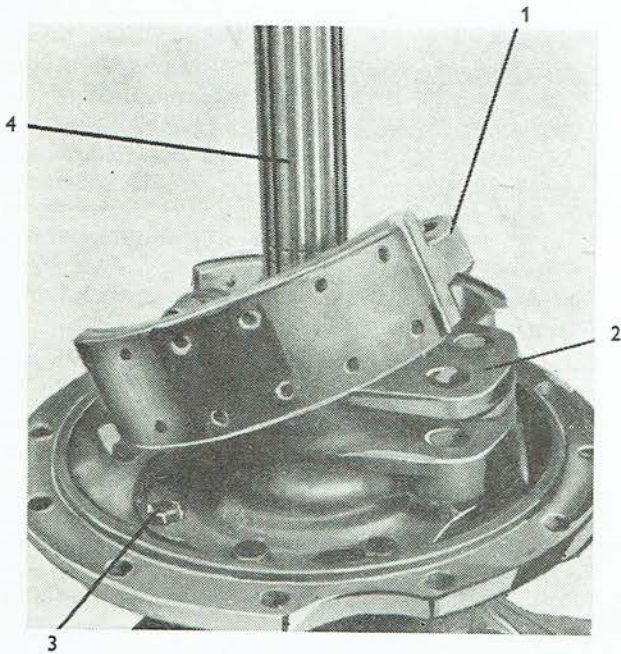

Abb. 98
3. Bei Abnahme der Bremsbacken ist der untere Teil einer Backe (Abb. 98/1) aus dem Halter (Abb. 98/2) und aus der Druckstange herauszuschieben. Die zweite Backe wird dadurch gelockert und beide können mühelos herausgenommen werden.
4. Sechs Schrauben M 10×20 (Abb. 98/3), die den Halter befestigen, sind auszuschrauben und dieser ist abzuziehen.